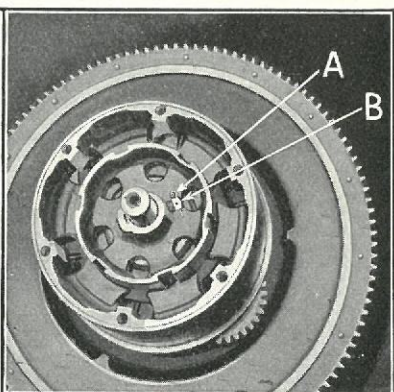

Fig. 180
269 Udtag Splitten (Fig. 180-A) og Stopskruen »B« for Koblingstromlen.
- 308 Koblingstromlens Stopskruer skrues ned mod Gearakslen og sikres med en Split gennem Skruens Hoved (Fig. 180).